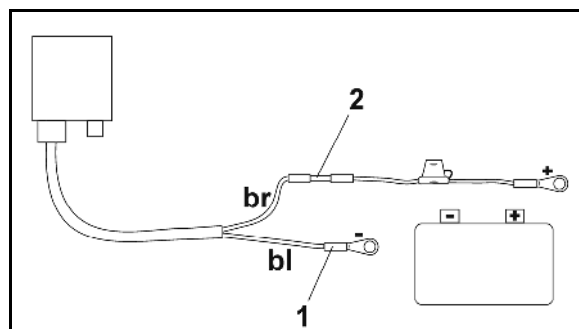

Fig. 17
5. Introduisez le fil bleu (masse) dans la languette (Fig. 17/1).
7. Introduisez le fil marron (+ 12 Volt) dans l'extrémité libre du joint droit (Fig. 17/2).
9. Contractez le joint droit (Fig. 17/2) avec une source de chaleur (briquet ou air chaud d'un sèche-cheveux) jusqu'à ce que la colle s'écoule.